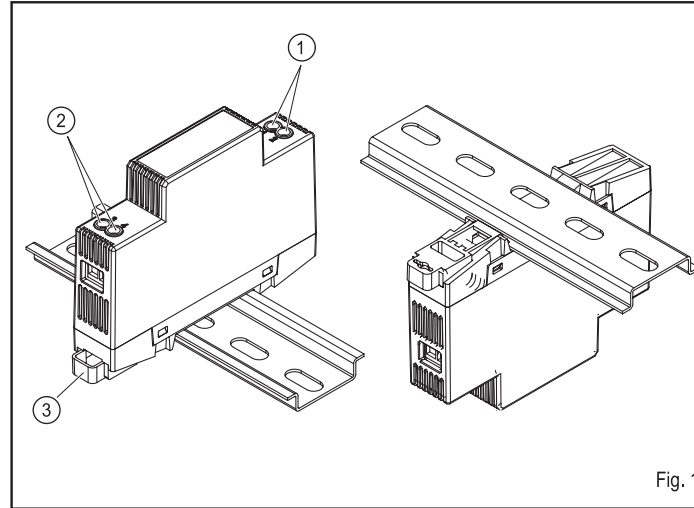

Fig. 1
### 2. Installation Fig. 1,2
- ① AC Input
- ② DC Output
- ③ Universal snap-on foot for EN DIN rails.
The power supply unit can be shaped onto all 35 mm DIN rails as per EN60715. It should be mounted according to the Fig. 1 pos. 3. The lock part (DC output side) has to be oriented to the down direction.
- ① Entrée Secteur AC
- ② Sorties alimentation DC
- ③ Fixation pour Rail DIN.
Cette alimentation s'encadre sur tous les profilés de 35 mm (Rail DIN) selon EN60715. La fixation à une paroi est également possible Fig. 1 pos. 3.
### 4. Input ①, Fig. 1
### 5. Output ②, Fig. 1
### 4. Entrée ①, Fig. 1
### 5. Sortie ②, Fig. 1